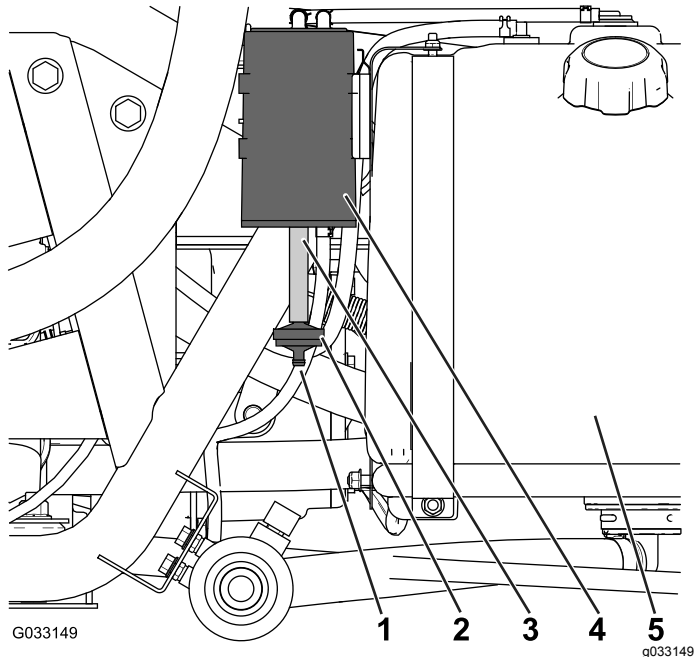

Figura 42
Verifique a abertura na parte inferior do filtro do ar no recipiente de carbono para se certificar de que está limpo e sem detritos e obstruções (Figura 42).
1. Retire o encaixe roscado do filtro do recipiente de carbono do tubo, na parte inferior do recipiente de carbono, e retire o filtro (Figura 42).